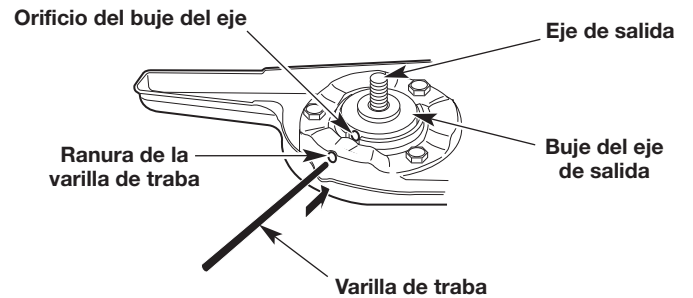

Fig. 21
- Alinee el orificio del buje del eje con la ranura de la varilla de traba (Fig. 21). Inserte la varilla de traba en la ranura de la varilla y el orificio del buje del eje (Fig. 21).
2. Alinee el orificio del buje del eje con la ranura de la varilla de traba (Fig. 21). Inserte la varilla de traba en la ranura de la varilla y el orificio del buje del eje (Fig. 21).